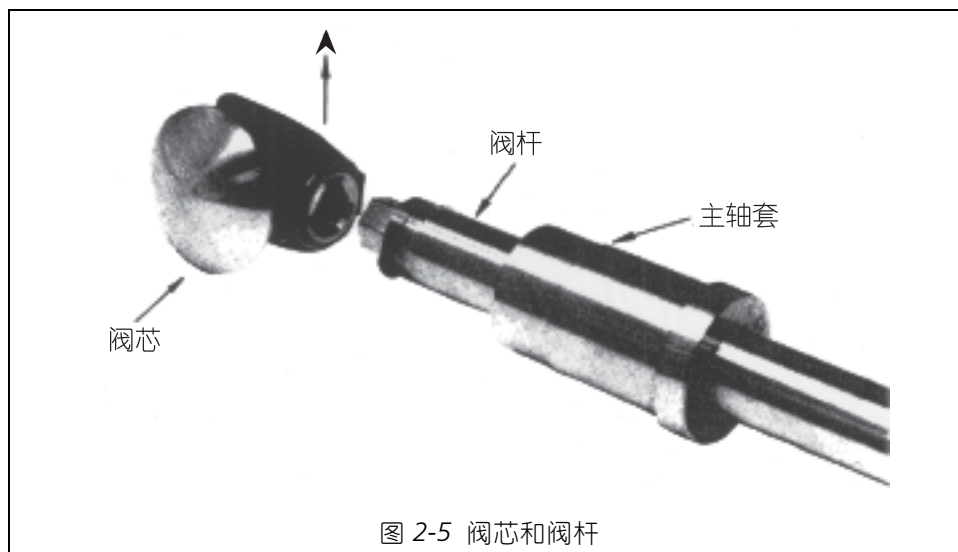

图 2-5 阀芯和阀杆
- (1) 将阀芯插入阀本体内，并将其抵住滑动轴承。
- (2) 将阀杆插入主轴套。(参照图 2-5)
- (3) 将阀杆插入阀本体。(参照图 2-5)